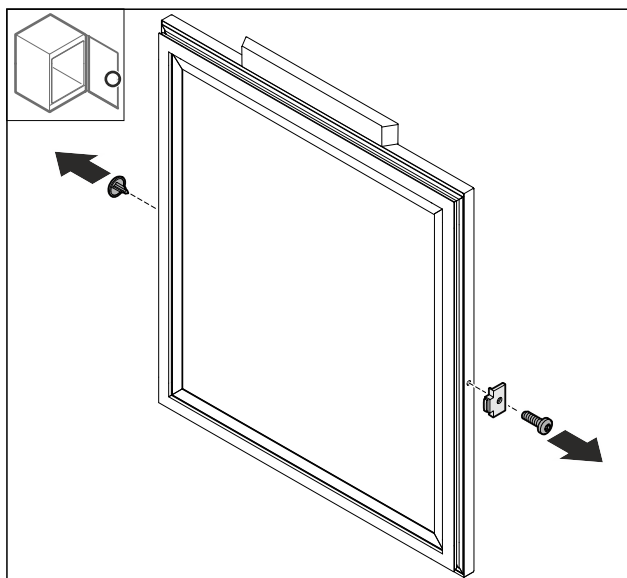

Fig. 69
- ▶ Usunąć Fig. 69 (1) osłonę.
- ▶ Zdemontować odbojnik drzwi Fig. 69 (2).